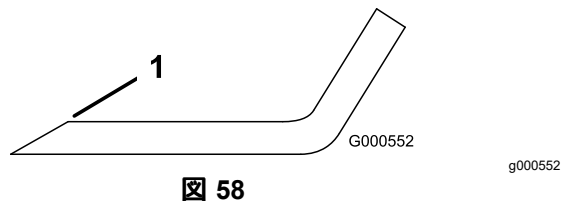

図 58
1. ブレードは、左右の刃先をやすりで磨く **図 58**。
注 もし傾くようなら、重い方の裏面を少し削って調整する **図 58**。